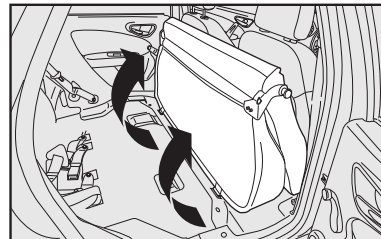

fig. 86
**5)** Em seguida, rebater o banco traseiro inteiro para a frente **fig. 86** de maneira a obter uma única superfície de carga. Se for necessário, deslocar um pouco os bancos dianteiros para frente.